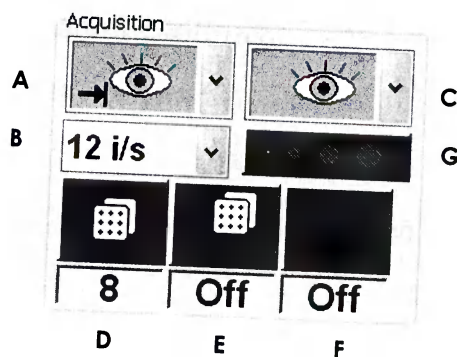

Рисунок 18
7.4.2.4.2 Зона «Получение изображений» (см. рисунок 18) позволяет выбрать и посмотреть условия получения изображений.